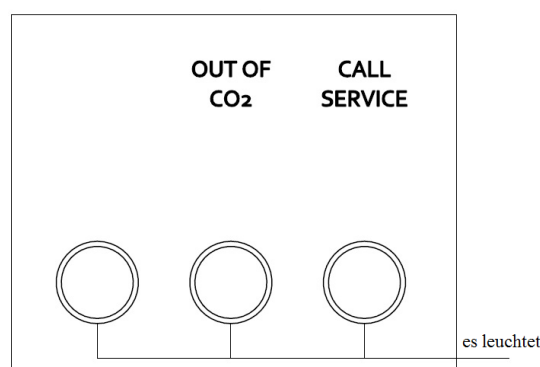

Abbildung Nr. 10. «Anzeige auf der Steuerungsplatte bei der Einschaltung des Geräts vor der Einfüllung des Behälters»
4.4.2. Schalten Sie das Gerät mit dem Schalter (Tumbler) «**POWER on/off**» (Siehe Tabelle Nr. 2., Seite 8, Position Nr. 25.), auf der Steuerungsplatte leuchtet folgende Anzeige (Siehe Abbildung Nr. 10.):